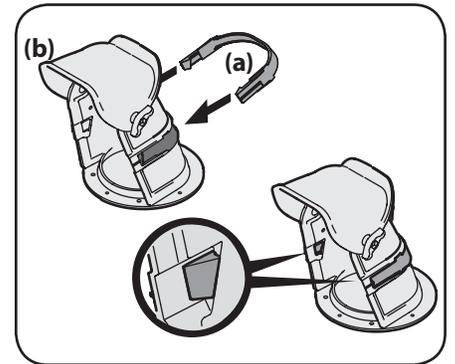

Figura 2-9
1. Si no lo hizo antes, instale la clavija del canal (a) sobre el canal (b) como se muestra en la Figura 2-9. Compruebe que la clavija quede alineada en el canal sobre el mismo y que las lengüetas estén ajustadas en su lugar.